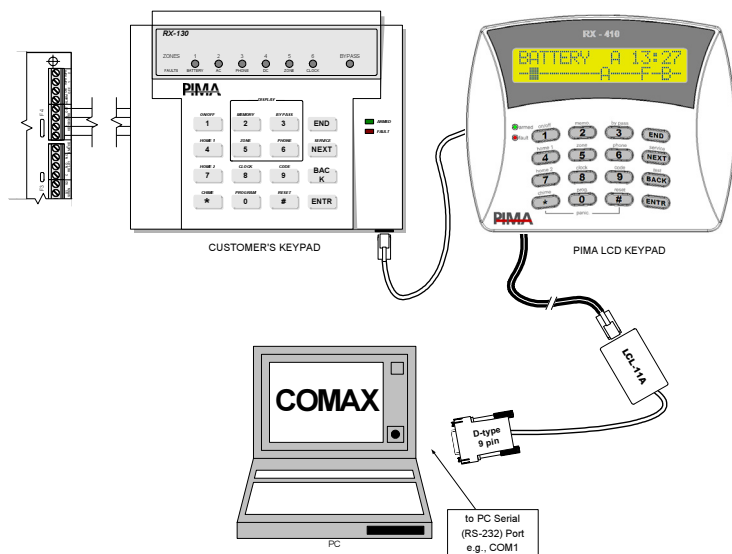

Figura 2 – Conexion del LCL-11A a un Teclado de LCD con Cable Técnico TC-3
2. Cuando el teclado del cliente no es tipo LCD (o sea, un RX-130, RX-406 o RX-180), conecte un Teclado de LCD con Cable Técnico TC-3 al panel de control a través del conector del teclado de cliente RJ-11 en paralelo (consulte la Figura 2)